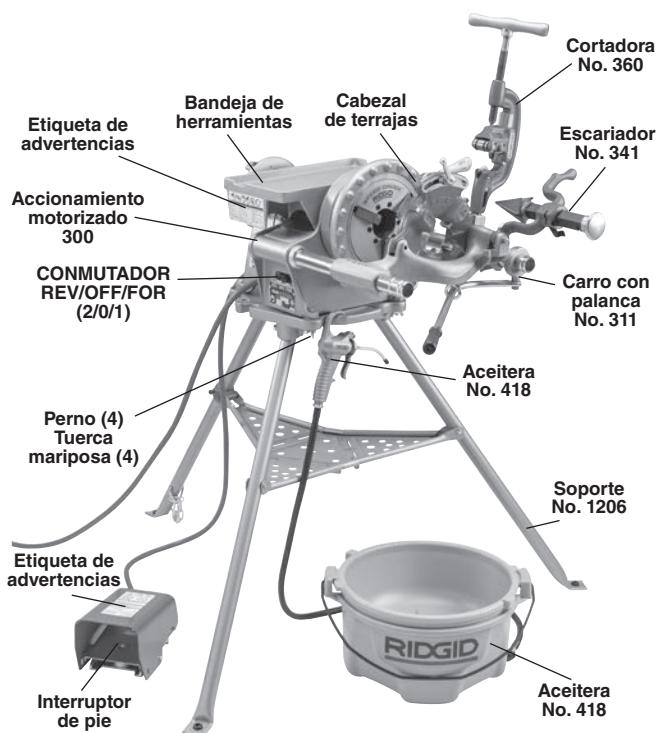

Figura 2 – Accionamiento motorizado Modelo 300 Complete
4. Coloque el accionamiento motorizado 300 sobre el soporte y fíjelo a la base con los sujetadores suministrados (*Figura 2*).